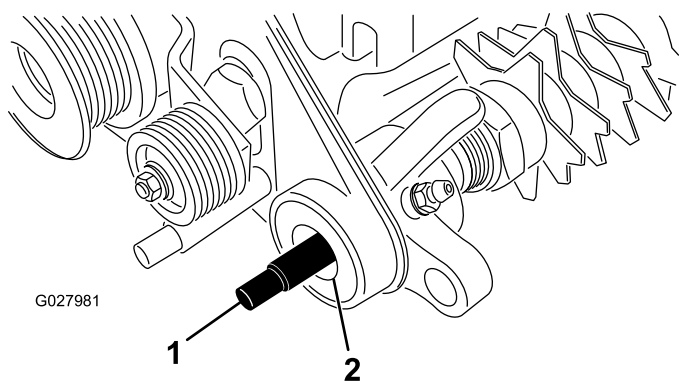

Рисунок 5
11. Нанесите консистентную смазку на уплотнения в опоре подшипника узла привода и на конец вала механической щетки (Рисунок 5).
12. Вставьте шлицевой конец вала механической щетки в опору подшипника узла привода (**Рисунок 5**).